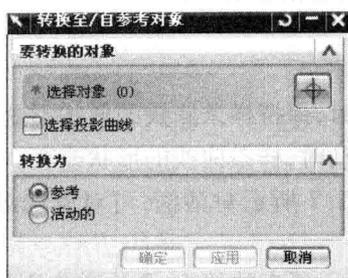
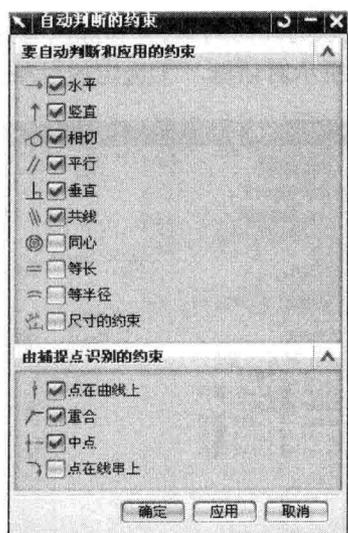
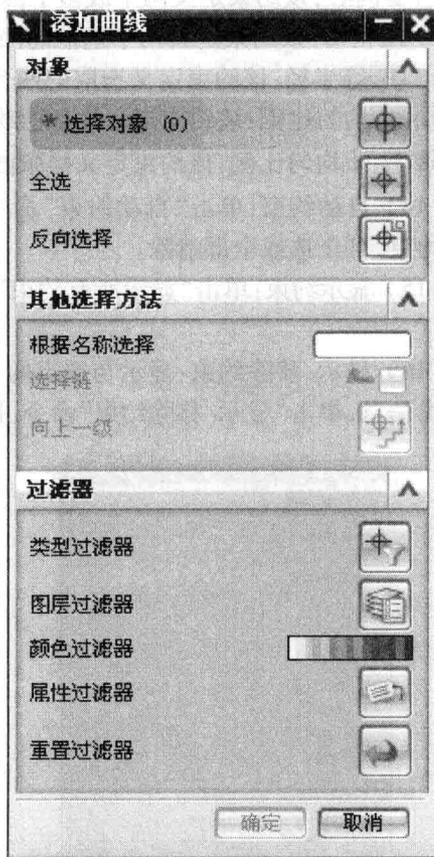

图 1.1.9 “转换至/自参考对象”对话框
图 1.1.10 “自动判断约束”对话框
图 1.1.11 “添加现有曲线”对话框
(17) 转换至/自参考对象:如图 1.1.9 所示“转换至/自参考对象”对话框,该功能将草图曲线从活动转化成引用。①参考:所选对象由草图对象或尺寸转换为参考对象。②活动的:当前所选的参考对象激活,转换为草图对象。
(18) 备选解:当对草图进行约束操作时,同一约束条件可能存在多种解决方法,采用“备选解”操作可从一种解法转为另一种解法。
(19) 自动判断的约束:控制那些约束在曲线构造过程中自动判断的。在“草图操作”工具条中单击“自动判断约束”命令,打开如图 1.1.10 所示的对话框。
(20) 创建自动判断的约束:用于预先设置约束类型,系统会根据对象间的关系,自动添加相应的约束到草图对象上。
(21) 添加现有曲线:单击“添加现有曲线”命令,打开如图 1.1.11 所示对话框,能够将现有的共面曲线和点添加到草图中。